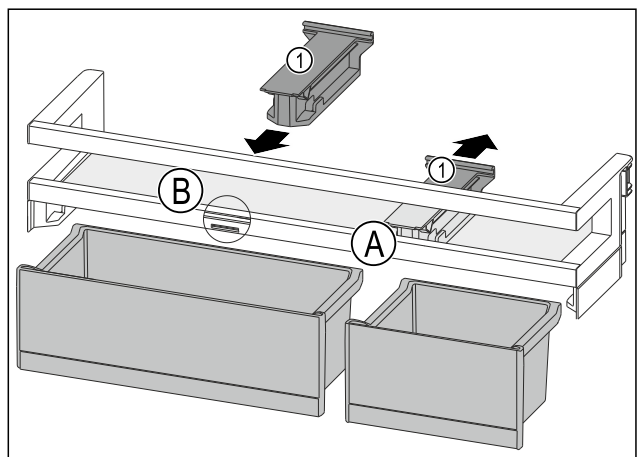

Fig. 193
- ▶ Húzza hátra a tartóelemet Fig. 193 (1) pozícióba Fig. 193 (A).
- ▶ Helyezze be a tartóelemet Fig. 193 (1) pozícióba Fig. 193 (B).